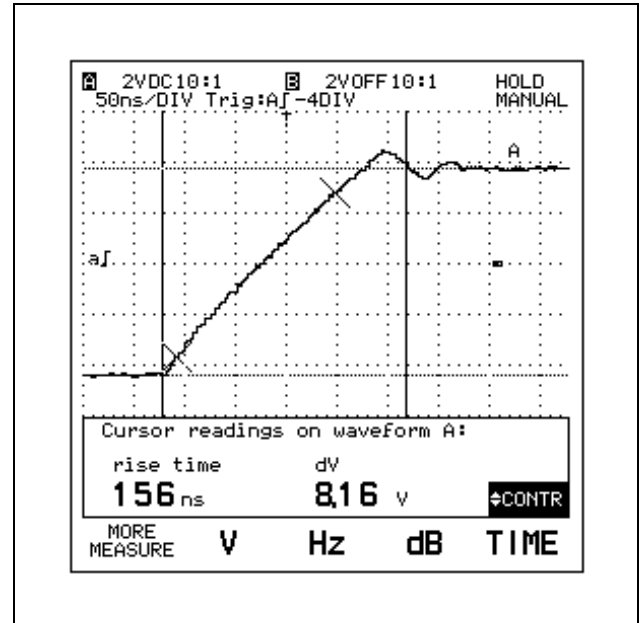

Abbildung 7-14 Anstiegszeitmessungen (mit Markern)
Stellen Sie den linken Cursor auf den Low-Pegel der Signalform; siehe dazu Abbildung 7-14. Dies ist der 0%-Bezugspunkt.
Stellen Sie den rechten Cursor auf den High-Pegel der Signalform. Siehe dazu Abbildung 7-14. Dies ist der 100%-Bezugspunkt.
⑨ Das ScopeMeter zeigt sofort die Anstiegszeit an: "rise time 156 ns" (siehe Abbildung 7-14).